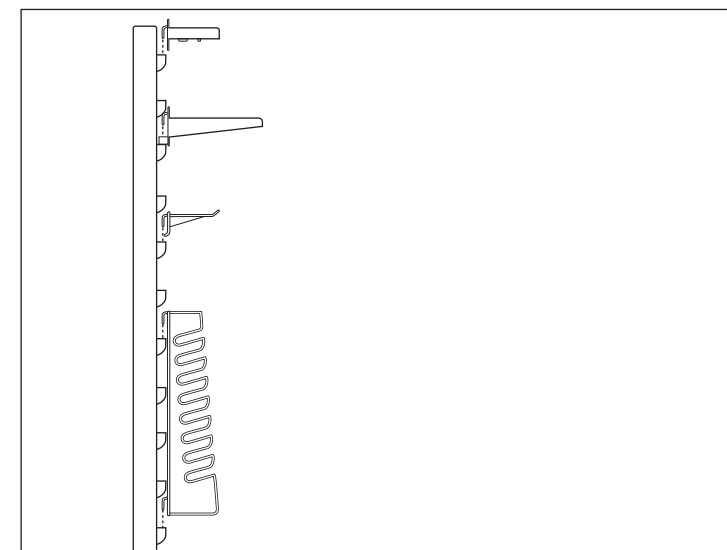

Abb. 4
- Stecken Sie die Haken von oben in den Steckplatz (siehe Abb. 4).
- Stecken Sie den Bohrer- und Bithalter so von oben in die Steckplätze, dass beide Haken in die Wandpaneele greifen (siehe Abb. 4).
- Stecken Sie den Werkzeughalter so von oben in die Steckplätze, dass beide Haken in die Wandpaneele greifen (siehe Abb. 4).
- Stecken Sie die beiden Ring- und Maulschlüsselhalter so von oben in die Steckplätze, dass beide Haken in die Wandpaneele greifen (siehe Abb. 4).